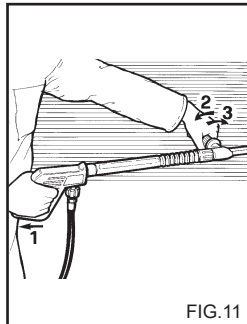

FIG.11
**USO DELLA LANCIA DOPPIA (fig. 11). (Accessorio Opzionale)**